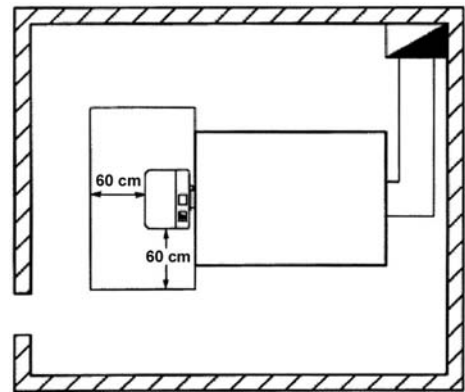

Fig. 9
- La montarea arzătorului trebuie avut grijă ca în vederea examinărilor sau a curățării focarului, ușa cazanului cu arzătorul montat să se poată rabata la 90°. În jurul arzătorului, pentru ușurarea întreținerii, trebuie să existe un spațiu liber de minim 60 cm (Fig. 9).